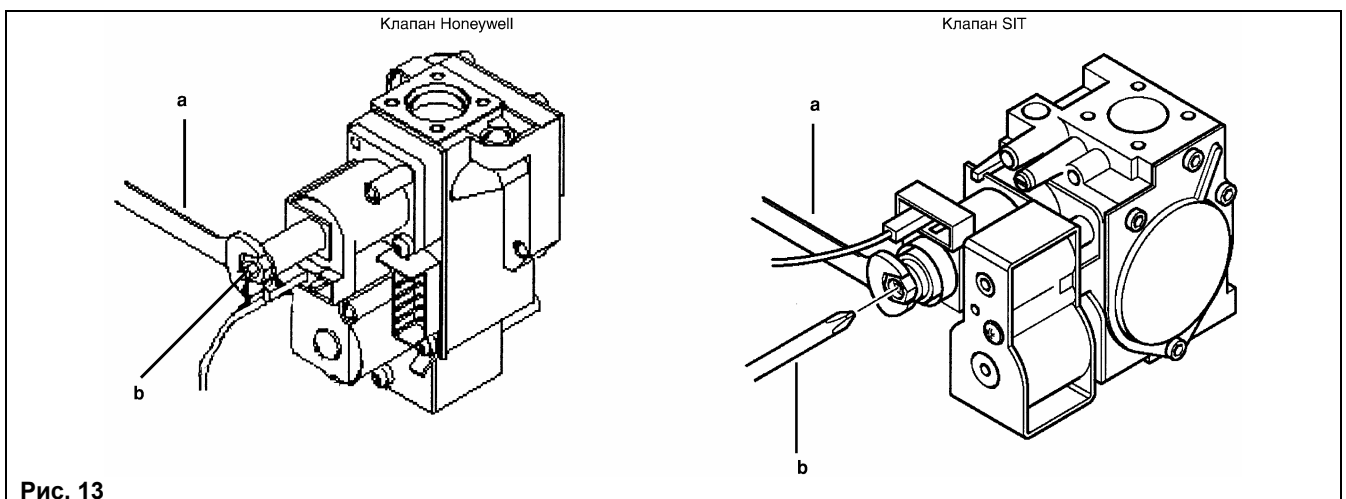

Рис. 13
- Проверить давление газа на горелке согласно таблице 1 для соответствующей модели котла и соответствующего типа газа. При необходимости снять крышку модулятора (позиция 4, рис.12) и поворачивать латунный винт (винт **a**, рис.13) до достижения давления, указанного в таблице 1 для соответствующей модели котла и соответствующего типа газа.
- Отсоединить провод питания модулятора. Котел перейдет в режим минимальной мощности. Проверить давление газа на горелке согласно таблице 1 для соответствующей модели котла и соответствующего типа газа. При необходимости и поворачивать винт (винт **b**, рис.13) до достижения давления, указанного в таблице 1 для соответствующей модели котла и соответствующего типа газа.
| <p>Положение «OFF» приведенных ниже переключателей обозначает: GPL режим работы котла на природном газе (метане) T-off минимальное время между двумя включениями котла по контуру отопления составляет 3 мин.</p> |  <p>Рис. 13а</p> |
| <p>Положение «ON» приведенных ниже переключателей обозначает: GPL режим работы котла на сжиженном газе T-off минимальное время между двумя включениями котла по контуру отопления составляет 10 секунд</p> |  <p>Рис. 13б</p> |